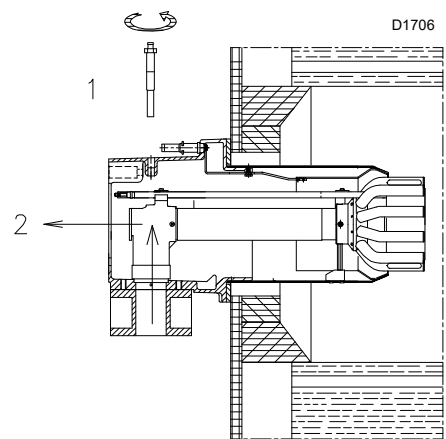

Abb. 13
- die Schraube 1)(Abb. 13) entfernt werden;
- der interne Teil 2)(Abb. 13) des Kopfs herausgezogen und die entsprechende Einstellung vorgenommen werden.